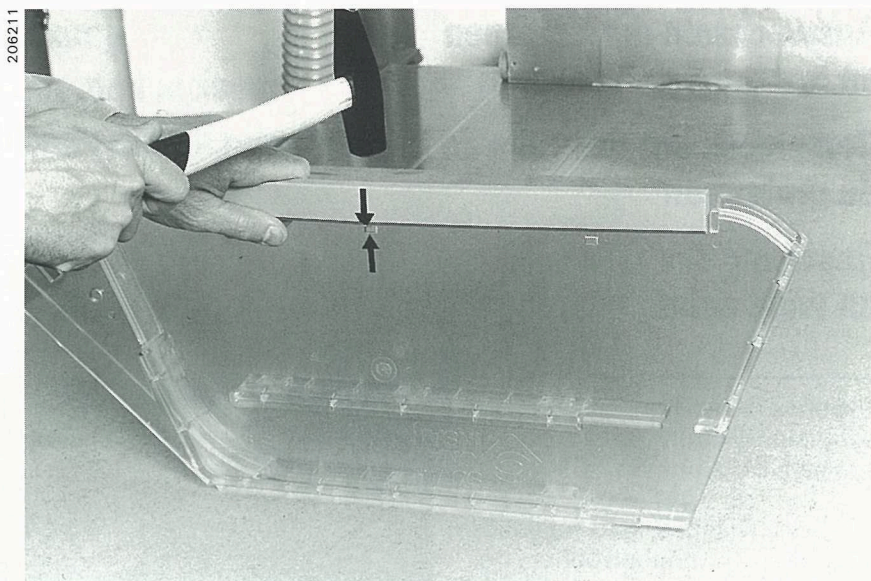

Bild 25 / Figure 25
- Mit einigen Hammerschlägen Schienen und Schutzhaube zusammenfügen (Bild 25).
- *Assembler les rails et la cape par quelques coups de marteau (figure 25).*
- Using a hammer, tap rails into place on safety guard (Fig. 25).
- Refit safety guard (see page 12, item 2).